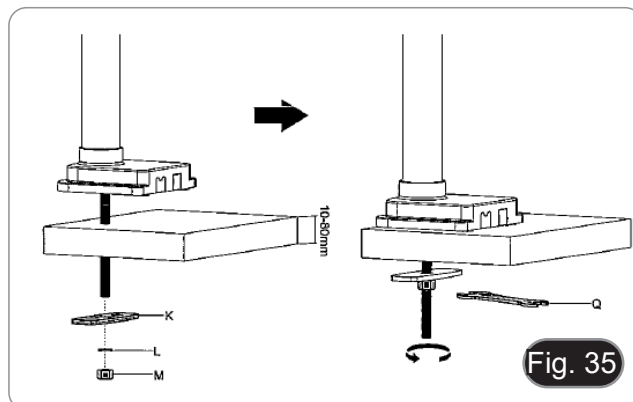

Fig. 35
6. Introducir el tornillo (I) en el orificio de la mesa.
7. Fijarlo con la placa de fijación (K), la arandela (L) y la tuerca (M).
8. Apretar la tuerca con la llave (Q). (Fig. 35)